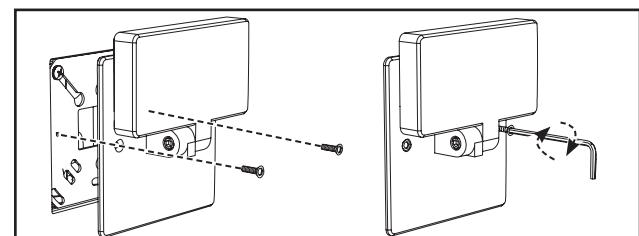

Figure 3.
5. Alignez le joint sur la boîte de jonction et fixez les deux vis fournies dans les trous de montage. Fixez la plaque de fond à la plaque de montage à l'aide d'une clé hexagonale de 5/64 po. (Figure 3.)